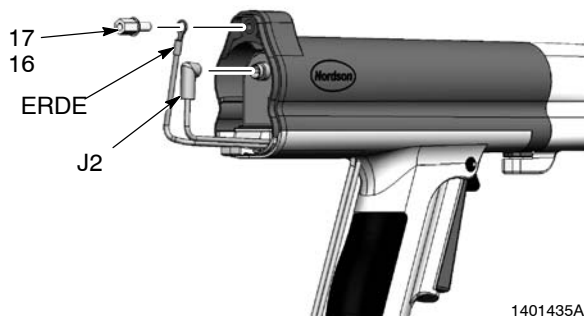

Abb. 12 Steuerungskabel abnehmen
7. Siehe Abbildung 12. Den Spannungsvervielfacherstecker (J2) von der Spannungsvervielfacherbuchse abnehmen.
6. Siehe Abbildung 12. Den Erdungsleiter mit Sicherungsring und Schraube am Pistolengehäuse anschließen. Den Spannungsvervielfacherstecker (J3) an der Spannungsvervielfacherbuchse anschließen.